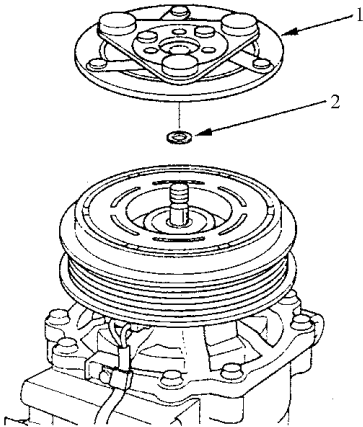

图 10-41 拆卸电枢盘
2) 如图 10-41 所示，拆卸电枢盘和调整垫片，小心不要将调整垫片弄丢。如果离合器需要调整，根据需要，增加或减少调整垫片的数量和厚度，然后，重新安装电枢盘，并重新检查间隙。